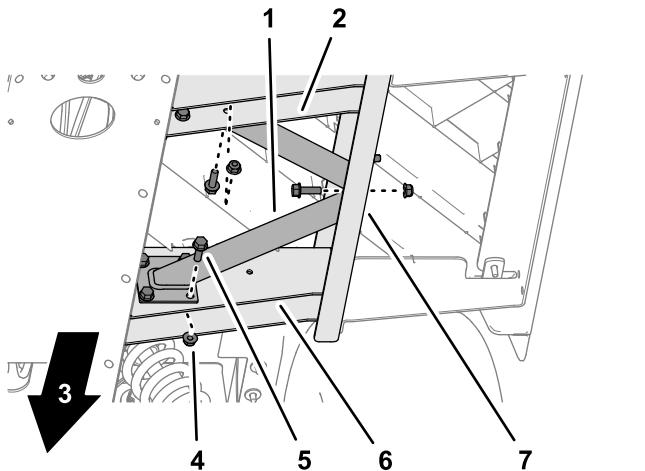

Figure 19
1. Alignez les trous dans le renfort de plancher et les trous que vous avez percés dans les profilés latéraux et de plancher (**Figure 19**).
2. Fixez le renfort de plancher aux profilés latéraux et de plancher à l'aide de 10 boulons à embase (5/16" x 1") et de 10 contre-écrous à embase (5/16"), comme montré à la Figure 19.